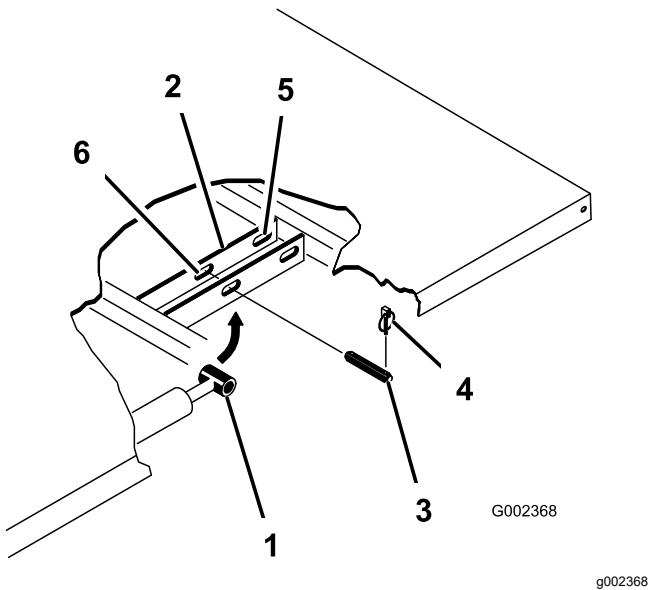

Figure 34
3. Retirez les goupilles à anneau aux extrémités extérieures des axes des tiges de vérins (Figure 34).
4. Retirez les axes de chape qui fixent les extrémités des tiges de vérins aux plaques de montage du plateau en les poussant vers l'intérieur (Figure 34).
5. Enlevez les goupilles à anneau et les axes de chape qui fixent les supports de pivot aux profilés du cadre (Figure 34).